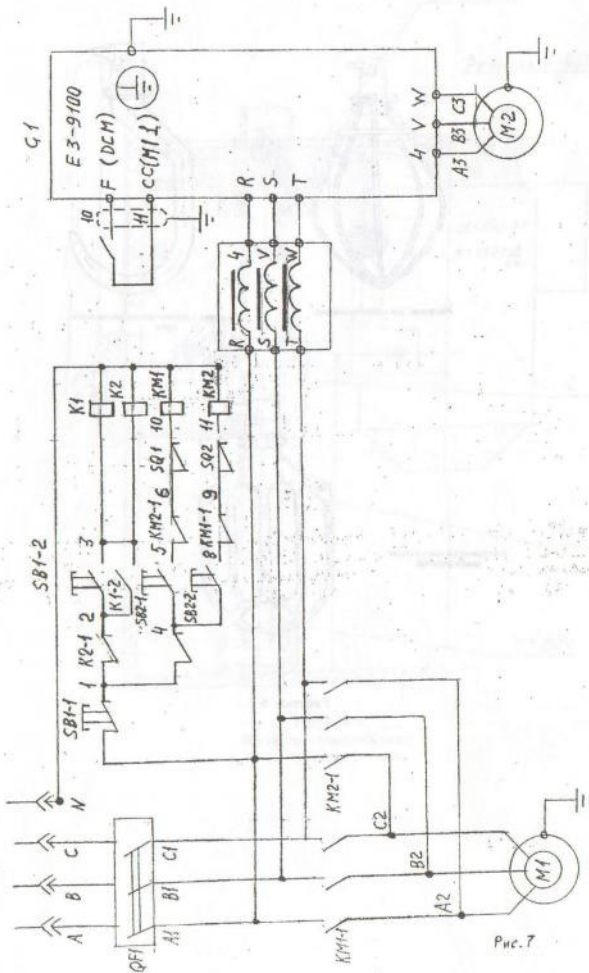

Рис. 7
- (Схема электрическая принципиальная см. рисунок 7).